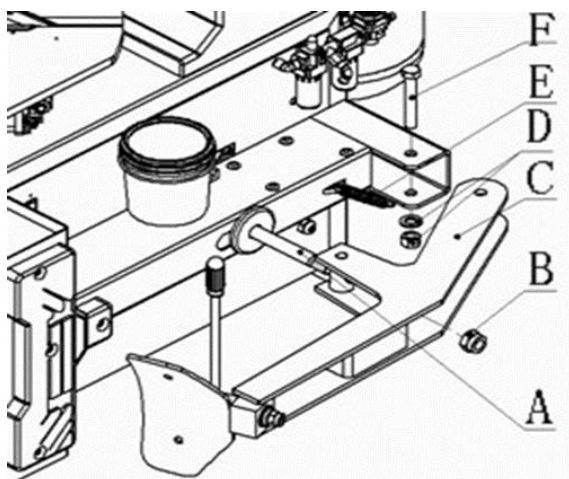

Рис. 10.11
10.2.1 Снимите стопорную гайку (рис. 10.11 В) с верхней части поршневого штока большого цилиндра и отвинтите болты, соединяющие корпус (10.11 F) (10.2 D). Как показано на рисунке 10.11, проденьте лопасть бортоотжимателя (10.11 С) через шток поршня цилиндра (10.11. А), закрепите один конец пружины бортоотжимателя (10.11 Е) на корпусе, затем проденьте болт (10.11 F) через корпус и отверстие в лопасти и присоедините гайку и плоскую шайбу (10.11 D) к болту (10.11 F) и затяните. Затяните стопорную гайку (10.11 В) на штоке поршня большого цилиндра; наденьте другой конец пружины бортоотжимателя (10.11 Е) на внутреннюю ось пружинного штифта рычага (10.12 А).